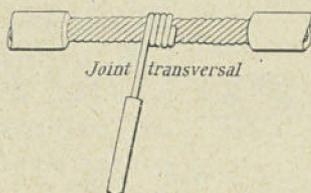

Fig. 33. — Différents modes de ligature.
**Raccordement des fils.** — Le raccordement des fils (*fig. 33*)